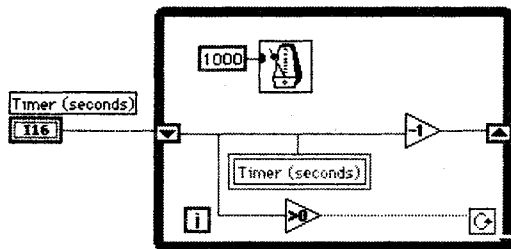

Рис. 12.9
3. Постройте простую блок-диаграмму, показанную на рис. 12.9.